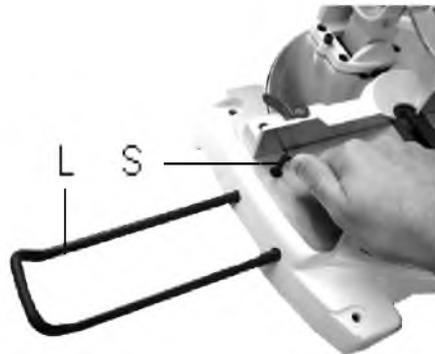

Рис. 4
- Гвинтами (S, Рис. 4) зафіксуйте подовження столу (L) на місці.